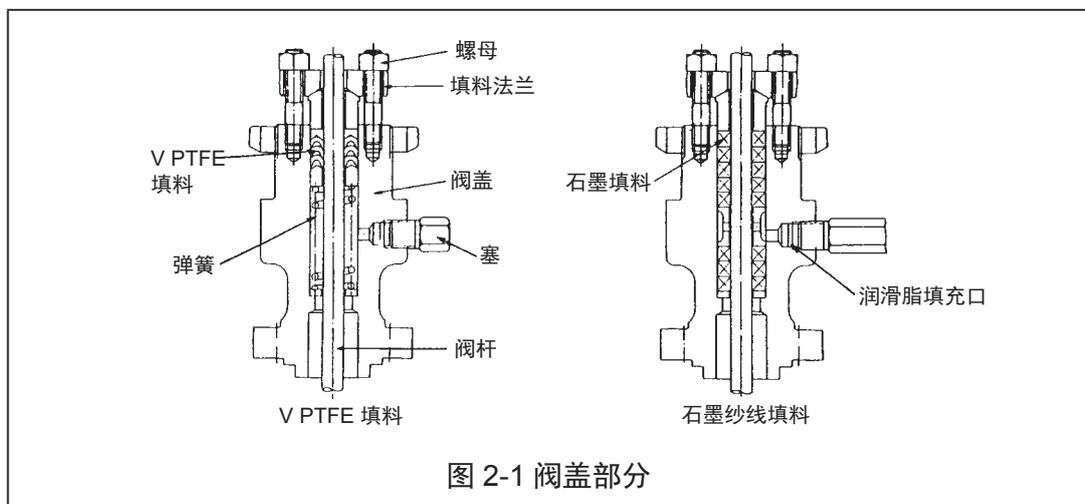

图 2-1 阀盖部分
- (5) 将填料插入阀盖。(参见图 2-1。)
- (6) 将填料插入阀盖。(参见图 2-1。)